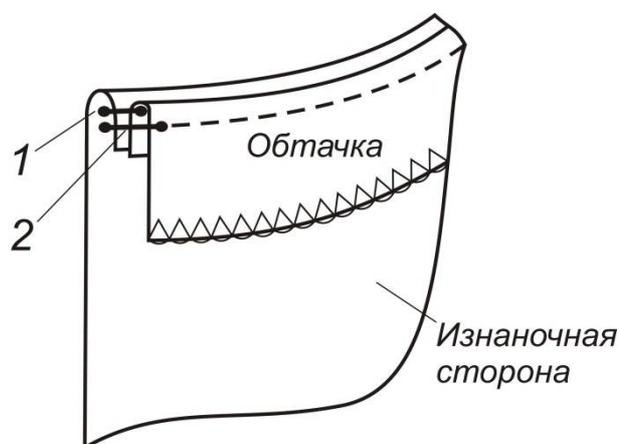

Рисунок 2
9. Наложить полученные обтачки лицевыми сторонами на лицевую сторону платья, совмещая по срезам пройм и соблюдая совпадение швов обтачек с боковыми швами. Обтачать швом шириной 0,7 см (рис.2, строчка 1), рассечь швы на вогнутых участках. Обтачку отогнуть, шов обтачивания настроичить на обтачку (рис.2, строчка 2). Обтачку заутюжить с образованием канта из проймы на изнаночную сторону изделия. Закрепить обтачку на припусках бокового шва ручными стежками.
10. Обметать внутренний срез обтачки горловины. Наложить обтачку лицевой стороной на лицевую сторону платья, совмещая по срезу горловины. Обтачать швом шириной 0,7 см (рис.2, строчка 1), рассечь швы на вогнутых участках. Обтачку отогнуть, шов обтачивания настроичить на обтачку (рис.2, строчка 2). Обтачку заутюжить с образованием канта из основной детали на изнаночную сторону изделия.